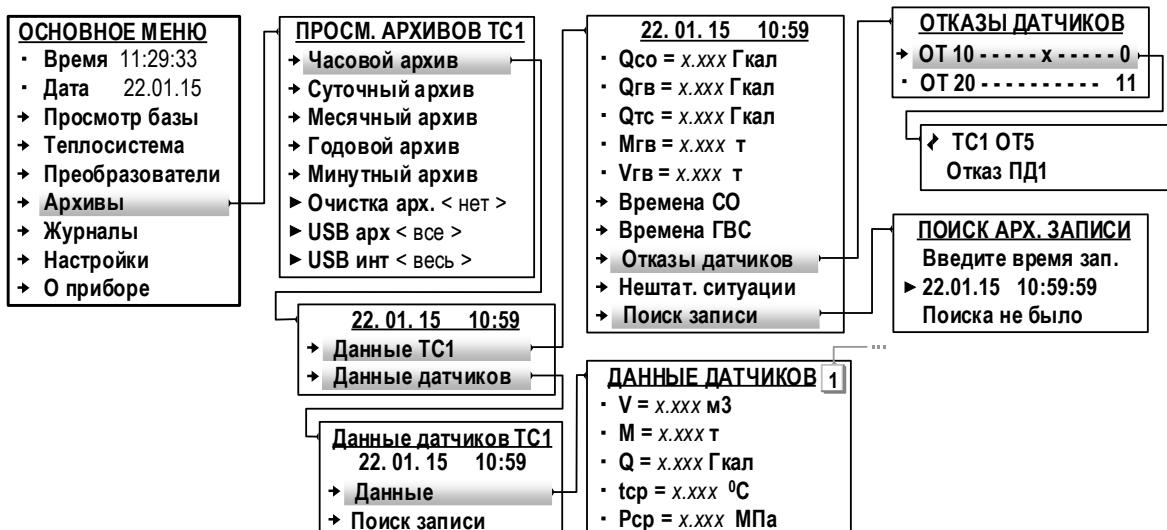

Рис.43. Вид окон индикации меню «Архивы» (режим СЕРВИС).
8.2.1. Результаты измерений и вычислений за определенный период времени работы тепловычислителя сохраняются во внутренних архивах (табл.3). Доступ ко всем архивным данным возможен только по интерфейсу. Доступ к основным архивным данным возможен из меню **Архивы**, вид которого показан на рис.43.
8.2.6. Для удобства просмотра архивных данных в ТВ предусмотрена функция **Поиск записи**. «Время записи», необходимое для начала поиска, вводятся в окне индикации **ПОИСК АРХ. ЗАПИСИ** (рис.43). В зависимости от вида просматриваемого архива параметру **Ведите время зап.** (Ведите время записи) необходимо назначить:
8.2.7. Очистка содержимого архивов выполняется в меню **Архивы** (рис.43) в режиме СЕРВИС. В окне индикации **ПРОСМ. АРХИВОВ ТС1 (ТС2)** для параметра **Очистка арх.** следует установить значение **да** и